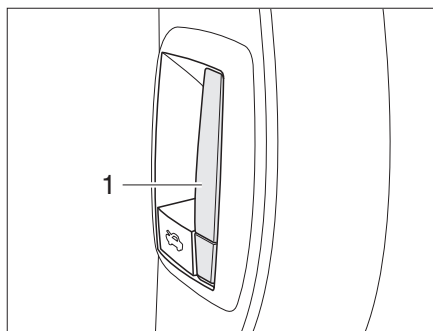

Fig. 33 Leva di sbloccaggio cofano motore interna
- Tirare la levetta (Fig. 33,1) situata sul cruscotto a sinistra della zona pilota. Il cofano motore si apre fino all'arresto del gancio di fermo.